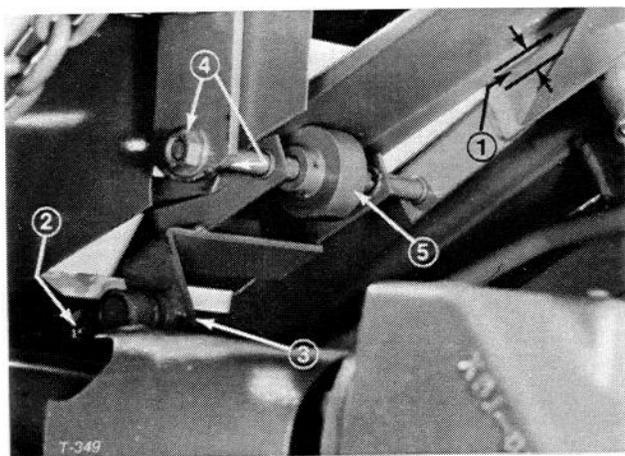

Fig. 37
2. Premere a fondo il pedale di comando della trazione. Il gioco tra il bordo anteriore interno del pedale ed il supporto triangolare deve essere di 1,6mm (Fig. 37). Se la distanza corrisponde al valore indicato, la regolazione dell'asta di comando è corretta; diversamente, procedere al punto 3 per la messa a punto.
3. Allentare il controdado dalla parte anteriore dell'asta di comando (Fig. 37). Togliere la coppiglia ed il dado a intagli che fissano la sede conica nel supporto del perno, alla base del pedale di comando della trazione.
1. Allentare i due dadi che fissano l'albero del pedale di comando della trazione a destra del pedale (Fig. 37).